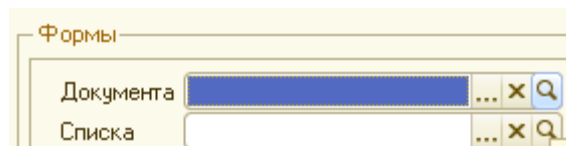

Рисунок 2.7 Кнопка выбора формы документа
2. Открыть в конфигураторе документ **Приходная накладная**. Выбрать закладку **Формы**. Установить основную форму документа, нажав на иконку в виде лупы (рис. 2.7). Нажать кнопку **Готово**.